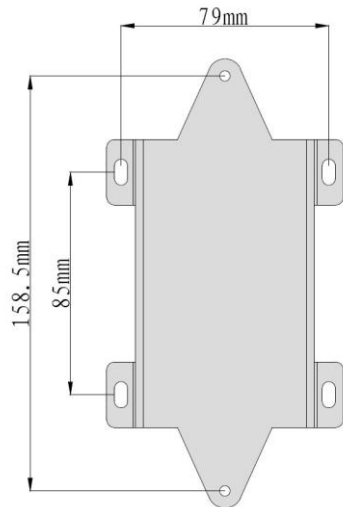

Figura 4: Staffa di montaggio
3. Fissare la staffa di montaggio alla parete utilizzando quattro viti ST4x30. Fare riferimento alla Figura 4